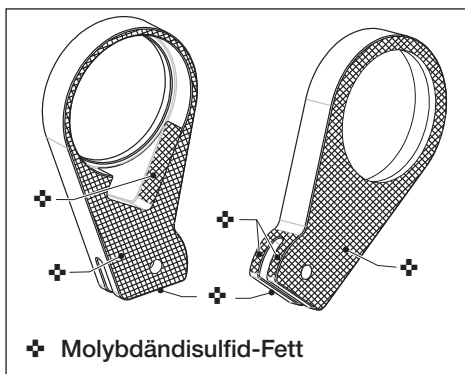

Abb. 18
5.4 Vorbeugende Wartung - Kassette (Abb. 18 und 20)